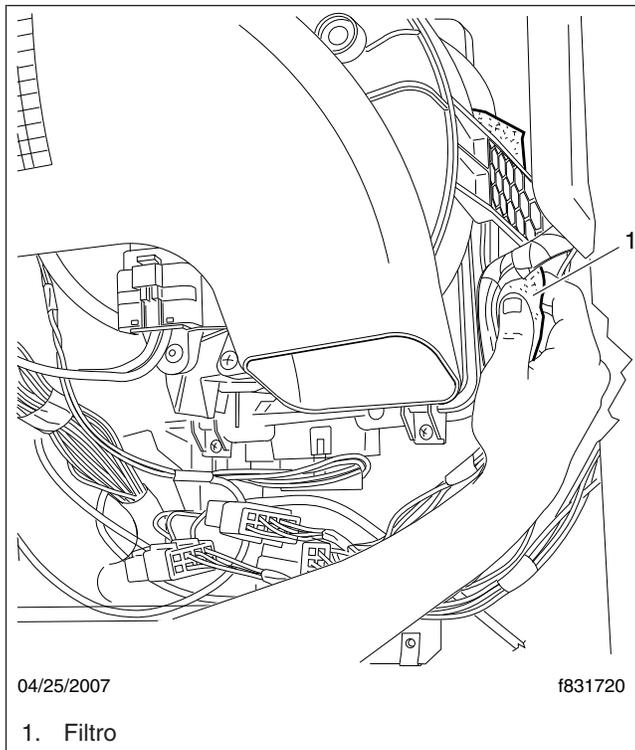

Figura 7, Retiro del filtro de la cabina
4. Retire el filtro del rebajo de admisión en la parte posterior del pleno. Jálalo a lo largo del borde inferior del rebajo hasta soltarlo y deslícelo hacia abajo en forma recta. Vea la **Figura 7**.